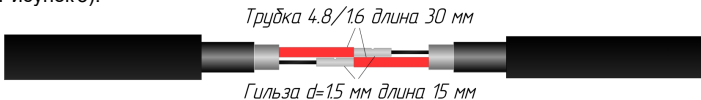

Рисунок 5
2.9. Соединить токопроводящие жилы саморегулируемых кабелей при помощи медных гильз п.6 длиной 15 мм и обжать ручным кримпером (см. Рисунок 5).